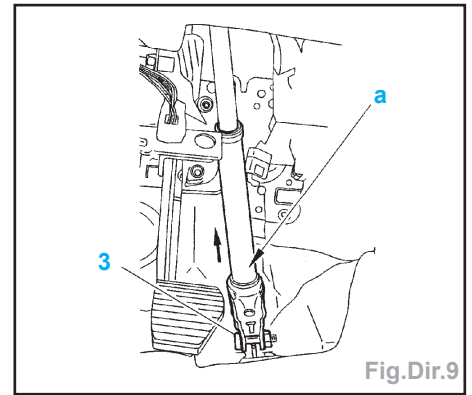

Fig.Dir.9
- Déposer (Fig.Dir.9) :
- Déposer la vis (3) (Fig.Dir.9).